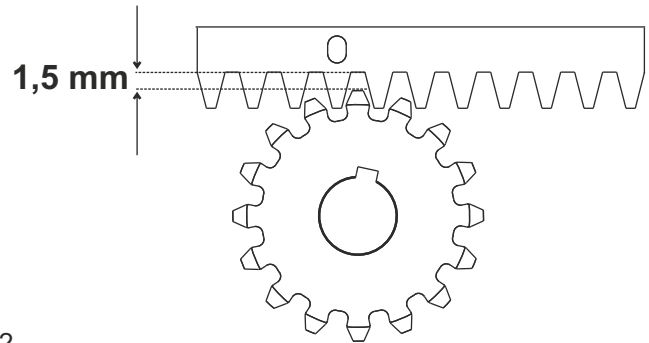

Fig. 12
5.6. Toute la crémaillère doit être surélevée de 1,5 mm pour éviter que le poids du portail repose sur le pignon (Fig. 12); **Attention: laisser un jeu d'au moins 0,5 mm entre le dent du pignon et le dent de la crémaillère**